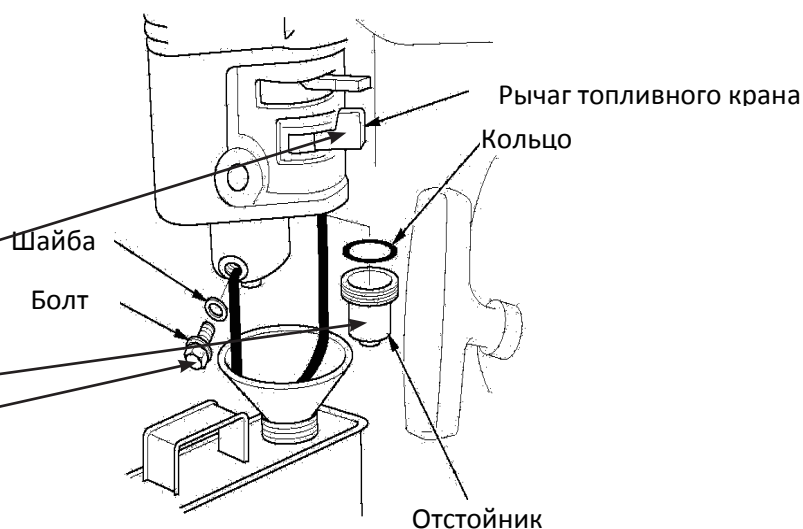

Рис.11
ОЧИСТКА ФИЛЬТРА-ОТСТОЙНИКА КАРБЮРАТОРА (Рис.11)
1. Установите топливный рычаг в положение Off (закрыто)Рис.11